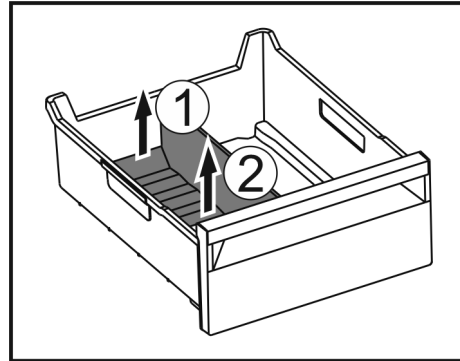

Fig. 115
- Zdvihnute zadnú časť oddelovača zásuvky na ľad. Fig. 115 (1)
- Odoberte oddelovač zásuvky na ľad nahor. Fig. 115 (2)